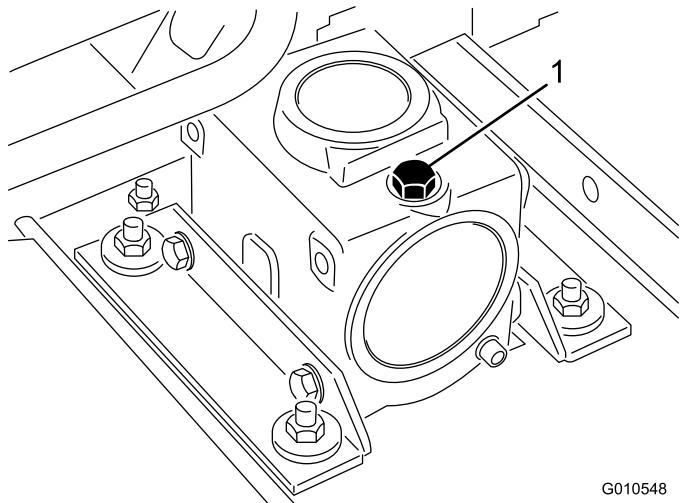

図 6
2. ギア・ボックスの上部についているディップスティック兼給油プラグ(図 6)を取り、オイルの量が、ディップスティックについている2本のマークの間にあることを確認する。油量が少なければ2本のマークの中間まで補給する。